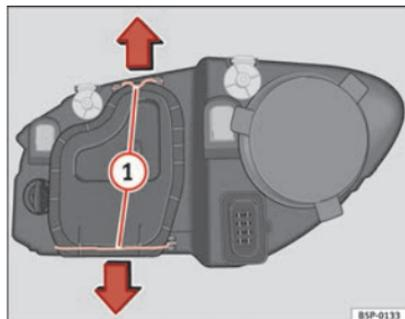

Fig. 190 Médios
- Desloque os tirantes ⇒ Fig. 190 ① no sentido da seta e puxe a tampa.